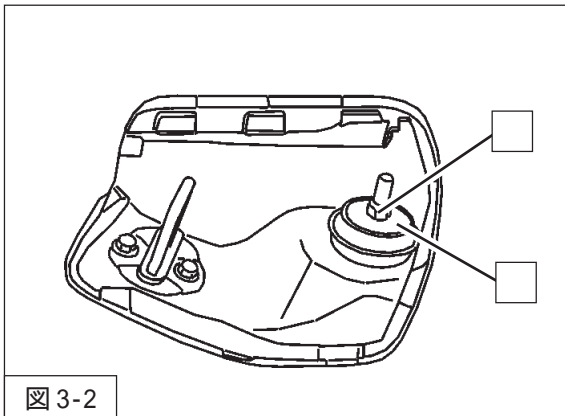

図3-2
3. アクスルビームの下にウエスなどを介して、ジャッキで下から支えながら、フランジナット・マウンティングワッシャを取外してください。(図3-2)